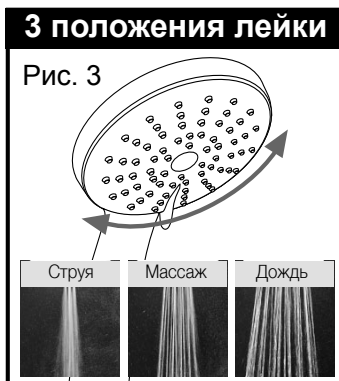

Рис. 4
4. Лейку необходимо регулярно очищать, открутив ее с душевой насадки и тщательно очистить отверстие. (Рис. 2, Рис. 4).
Насадка для раковины - устанавливайте открытые кольца летом и глухие кольца зимой (внутреннее кольцо в любом случае остается открытым) (Рис. 4).